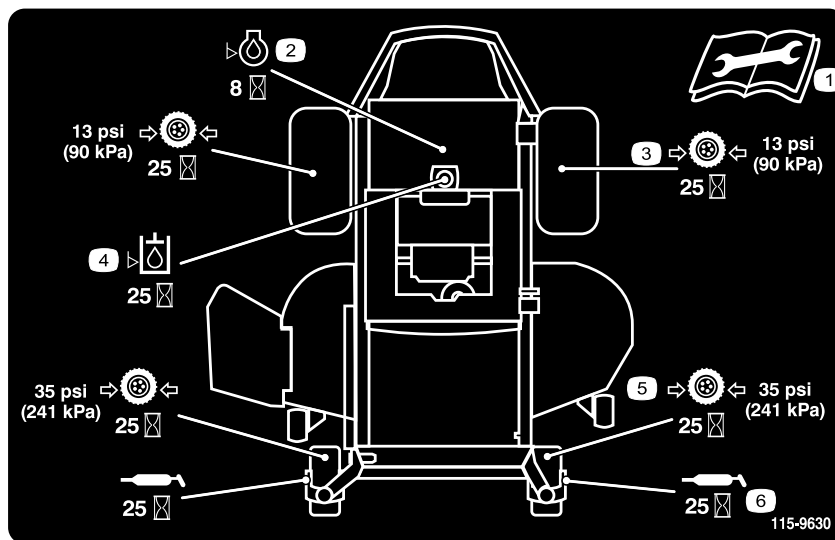

Figura 36
3. Pulite i raccordi d'ingrassaggio (Figura 37 e Figura 36) con un cencio, e togliete eventuali tracce di vernice davanti ai raccordi.
4. Collegate un ingrassatore a pressione a ciascun ingrassatore (Figura 37 e Figura 36). Pompate del grasso nel raccordo finché non inizia a fuoriuscire dai cuscinetti.